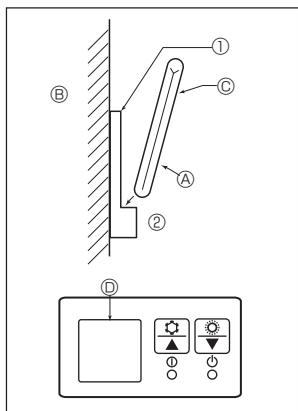

Fig. 6-7
2) Kurulum şekli (Fig. 6-7)
- ① Uzaktan kumanda yuvasını 2 kılavuz civata kullanarak istenilen yere takın.
- ② Kumandanın alt ucunu yuvanın içine yerleştirin.